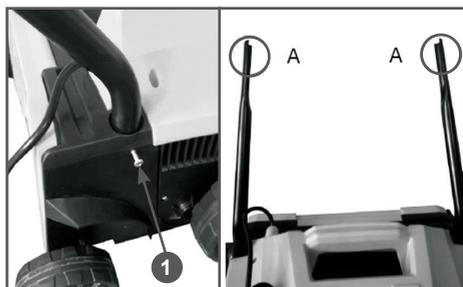

Рис. 3 Установка стоек рабочей рукоятки
2. Установить стойки рабочей рукоятки. Возьмите стойки рабочей рукоятки, установите их в гнезда, расположенные в корпусе скарификатора и закрепите шурупами 1, так чтобы плоские концы стоек А были расположены вогнутыми частями друг к другу (Рис. 3).